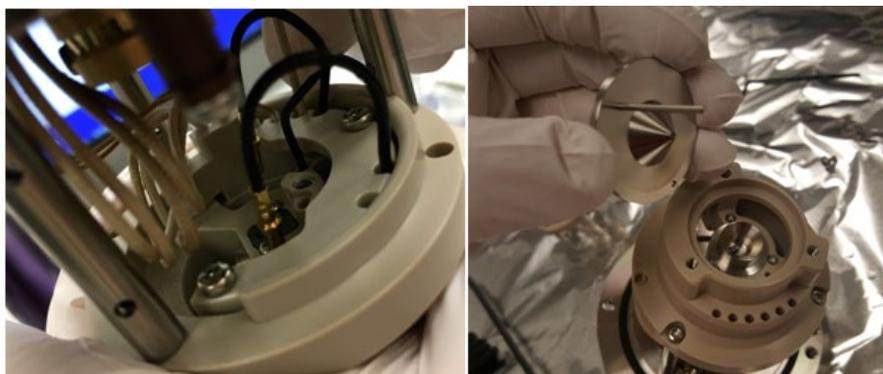

Figure 119 : Retrait du cône écrêteur
- 16) Appuyez sur la broche électrique, à travers le trou duquel le premier fil de raccordement a été débranché, pour retirer le cône écrêteur. L'ensemble Q00 et ses connexions électriques maintiennent en place le cône écrêteur, et puisque les fils ont été débranchés à l'étape précédente, il suffit de peu de force pour le retirer. Voir Figure 119.